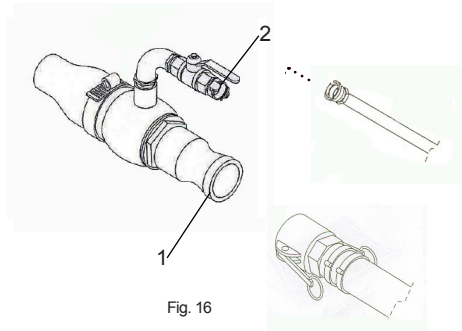

Fig. 16
Si la máquina se utiliza para pulverizar hormigón, hay que emplear la rejilla con abertura de 15 mm, el electrovibrador, la pistola Spritz Beton y un compresor auxiliar. Conecte el tubo de salida del material y el tubo de salida de aire a las correspondientes entradas de la pistola (fig. 16, ref. 1 y ref. 2).